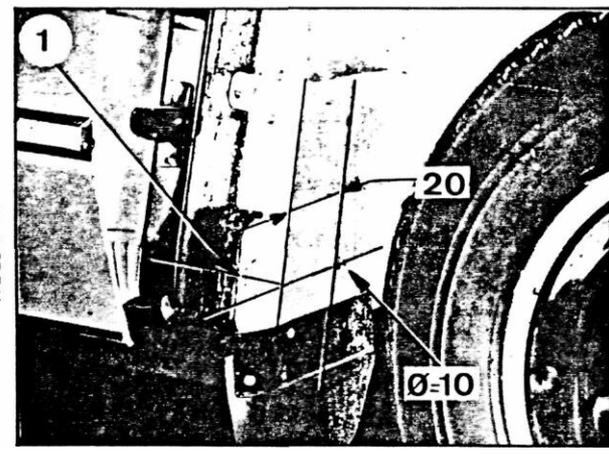

Abb. 4
d) Eine Bohrung (s. Abb. 4) am Schutzblech des Federmechanismus hinten, auf Höhe der unteren Befestigungsschraube (1) am hinteren Holm, rechts und links.